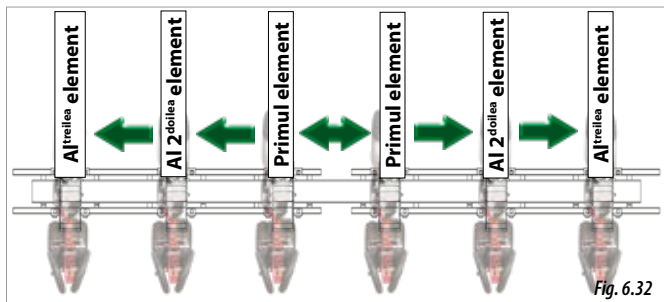

Fig. 6.32
- 1- Începând cu elementele centrale (Fig. 6.32), eliberați elementele care se doresc a se deplasa în același timp, pentru aceasta poziționați trăgaciul deasupra bazei șasiului (1, Fig. 6.28).